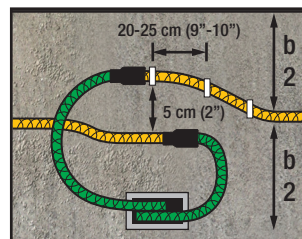

fig. 2
- La colle rapide est ensuite appliquée sur la deuxième moitié du tuyau de raccordement. Le tuyau en PVC renforcé de tissu (vert ou transparent) est ensuite glissé sur le tuyau de raccordement. (fig. 2)